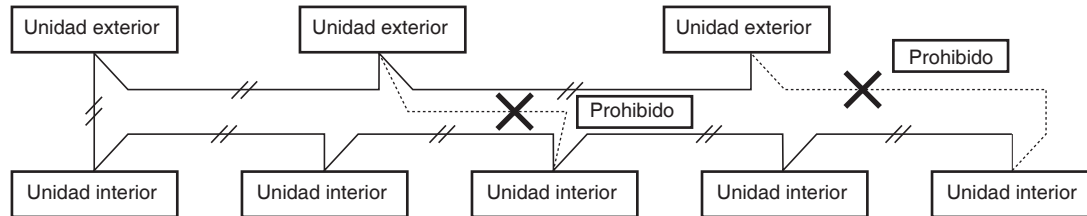

Fig. 4-3
(2) No instale el cableado de control entre unidades de manera que forme un lazo. (Fig. 4-3)